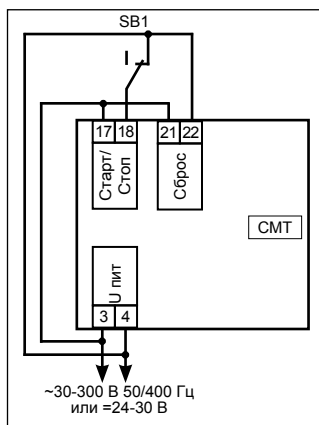

Рисунок 9. Счётчик моточасов -таймер СМТ УИ. Включение постоянного напряжения на вход «Сброс».
7.1 Только для версии СМТ УИ: при включении питания счётчик проверяет, есть ли на входе «Сброс» постоянное напряжение 12-30 В или переменное напряжение 30-300 В (50/400 Гц) (Рисунок 9). При отсутствии такого напряжения на дисплей выводится надпись [ apel.ru ], затем обозначение типа счётчика [ cnt\_Fi ] (Фискальный) и младшая часть его значения в минутах и секундах [ ММ.СС ]. Задержка от момента включения до начала счёта — 2 сек. При наличии напряжения на входе «Сброс» на дисплей сразу выводится младшая часть значения фискального счётчика в минутах и секундах [ ММ.СС ]. В этом случае задержка от момента включения счётчика до начала отсчёта времени — 0 сек.